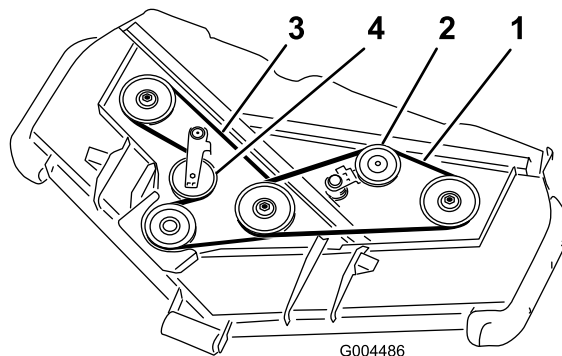

Figure 78
3. À l'aide d'une barre de levier ou d'un outil similaire, éloignez la poulie de tension de courroie supérieure (Figure 78) de la courroie pour détendre cette dernière et pouvoir la déchausser des poulies.
4. À l'aide d'une barre de levier ou d'un outil similaire, éloignez la poulie de tension de courroie inférieure (Figure 78) de la courroie pour détendre cette dernière et pouvoir la déchausser des poulies.
5. Acheminez une courroie neuve autour de la poulie du boîtier d'engrenages, des poulies d'axe inférieures et de l'ensemble poulie de tension, comme montré à la Figure 78.
6. Acheminez une courroie neuve autour des poulies d'axe supérieures et de l'ensemble poulie de tension, comme indiqué à la Figure 78.